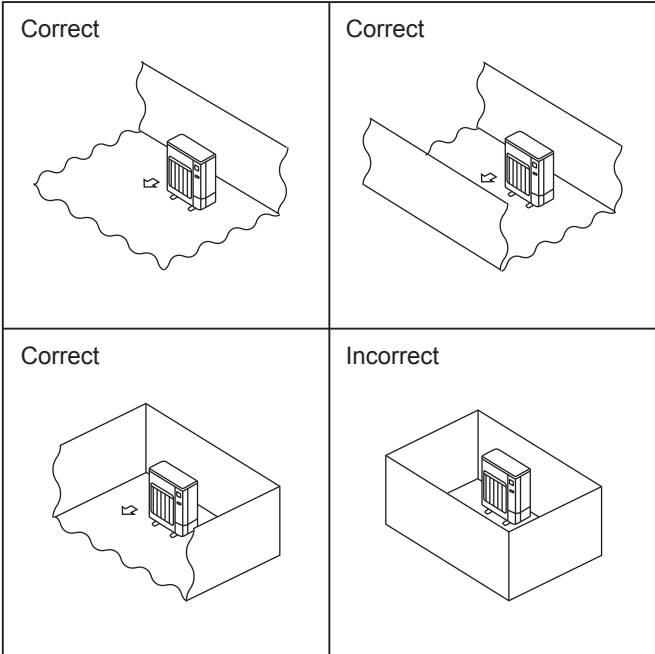

Fig. 2-2
- Ⓢ Installer l'appareil extérieur à un endroit où l'une des quatre faces au moins est libre, et dans un espace suffisamment grand sans dépressions. (Fig. 2-2)